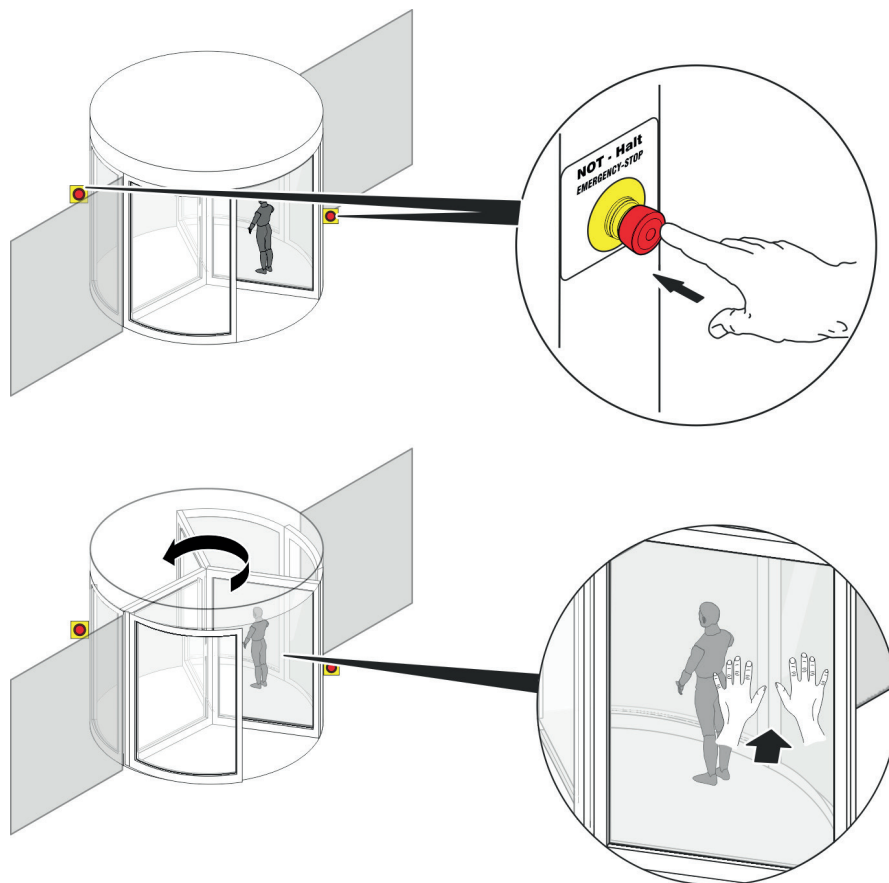

Рис. 3 Действия в аварийной ситуации
1. Нажмите аварийный выключатель (Рис. 3) на входе или на выходе.